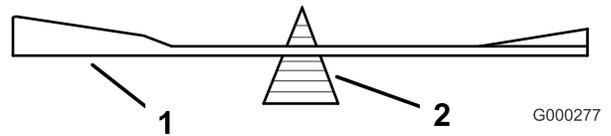

Figura 94
2. Verifique el equilibrio de la cuchilla colocándola sobre un equilibrador de cuchillas (Figura 94).
3. Si la cuchilla no está equilibrada, rebaje algo del metal en la parte de la vela solamente con una lima (Figura 94).